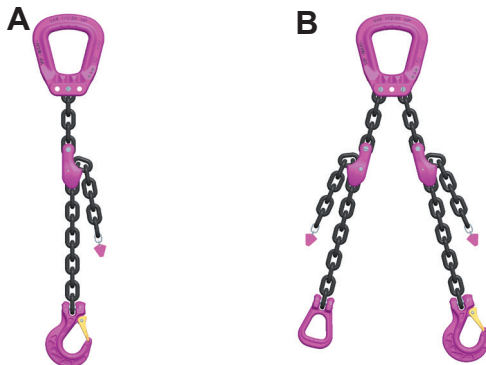

Abb. 11:
- 1 Bei Verwendung in Zweistranggehängen müssen die VIP-Verkürzungsklauen 28 so montiert werden, dass die Klauentaschen jeweils nach außen zeigen (vgl. Abb. 11 B).